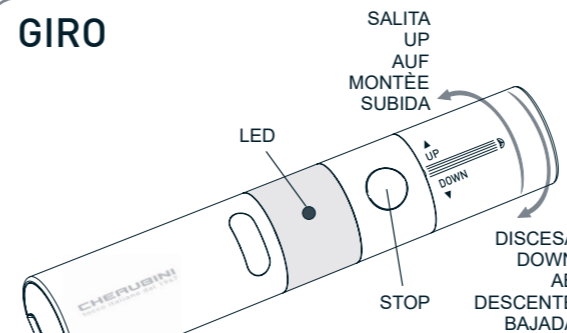
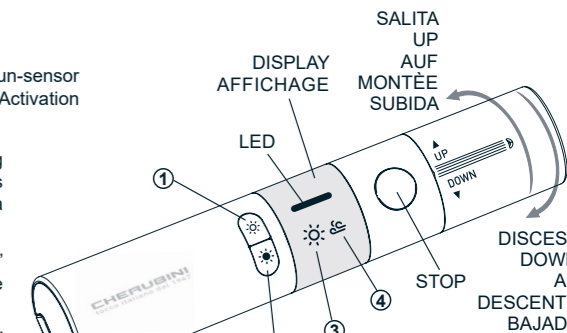

fig. 1
fig. 2
2.0 ALIMENTAZIONE - I telecomandi GIRO funzionano con due pile alcaline da 1,5 V formato LR03 (AAA) (fig. 3). Durante la trasmissione il LED frontale bianco (GIRO fig. 1) - o il display (GIRO Lux fig. 2) - si accende fisso, se le pile sono cariche,
2.0 POWER SUPPLY - The remote controls GIRO work with two 1.5 V Alkali batteries (AAA) format LR03 (fig. 3). White front LED will be lightened during transmission. (GIRO fig. 1) or the display (GIRO LUX fig. 2) - will be on if batteries are charged,
2.0 STROM - Die Handsender GIRO funktionieren mit zwei 1,5 V Alkalibatterien (AAA) Format LR03 (fig. 3). Sind die Batterien voll, sind während der Sendung, der frontale weiße LED (GIRO fig. 1) oder der Display (GIRO LUX fig. 2) aufgeleuchtet und
2.0 ALIMENTATION - Les émetteurs GIRO fonctionnent avec 2 piles alcalines de 1,5 V format LR03 (AAA) (fig. 3). Pendant la transmission la LED frontale blanche est activée (GIRO fig.1) - ou l'affichage (GIRO Lux fig. 2) - si la lumière est fixe les piles sont chargées, elle clignote quand les piles sont presque
2.0 ALIMENTACIÓN - Los emisores GIRO funcionan con dos pilas alcalinas de 1,5 V tipo LR03 (AAA) (fig. 3). Durante la transmisión el LED frontal blanco (GIRO fig. 1) - ó el display (GIRO Lux fig. 2) - se mantiene fijo si la pila está cargada,
GIRO (fig. 1)
GIRO Lux (fig. 2)